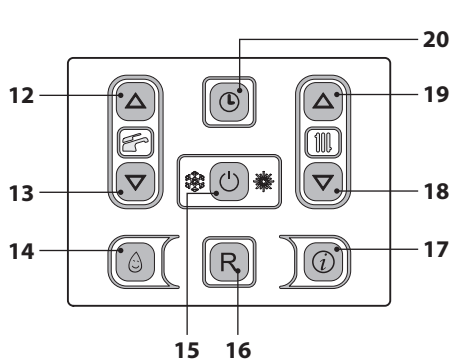
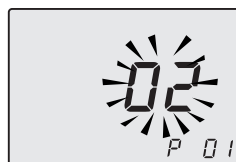
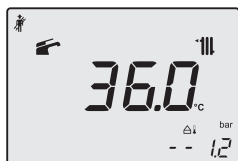

Figura 7.2
Figura 7.3
Figura 7.5
- Entrare in "modalità programmazione" premendo contemporaneamente per 10 secondi i tasti 15 - 18 - 19 (Figura 7.2) fino a far apparire sul display LCD le lettere **P01** e il valore del parametro, indicanti l'entrata nel "parametro 01" (Figura 7.3).
- Premere contemporaneamente i tasti 18 e 19 (Figura 7.2) per entrare nella funzione
- Premere il tasto 19 (Figura 7.2) per entrare in modalità "spazzacamino alla potenza minima in riscaldamento". Sul display appare **hP** alternato alla temperatura dello scambiatore primario (Figura 7.5).
- Utilizzare i tasti 18 o 19 (Figura 7.2) fino a portarsi allo stato **dP** (spazzacamino attivo in massimo sanitario) sul display appare **dP** alternato alla temperatura dello scambiatore primario caldaia (Figura 7.7).
- Premere il tasto 18 (Figura 7.2) fino a portarsi allo stato LP (spazzacamino attivo in minimo sanitario) sul display appare LP alternato alla temperatura dello scambiatore primario caldaia. (Figura 7.8).
- Spegnerla caldaia tenendo premuto per 2 secondi il tasto 15 (Figura 7.2) fino a far apparire sul display LCD il simbolo - - - - (Figura 7.9).